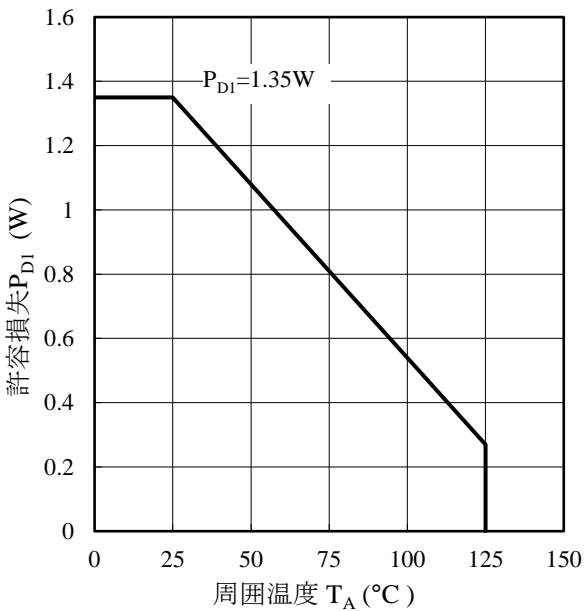

図 3-3  $T_A$ - $P_{D1}$  曲線
(4) 図 3-3  $T_A$ - $P_{D1}$  Curve 参照